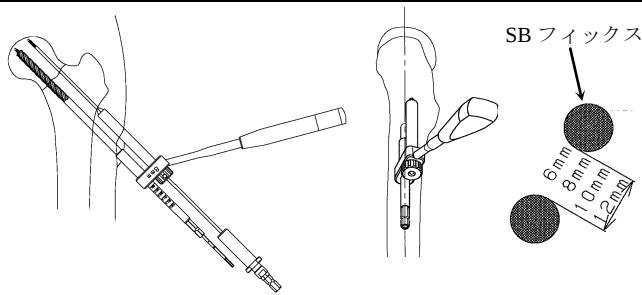

図 5
- パラレルガイドにガイドピンスリーブ（2.4GP 用）を組み付け、遠位中空ドリルをガイドに近位へ 2.4 ガイドピンを刺入します。近位の SB フィックスが軸斜像で頸部後方の皮質に支えられるよう刺入します。（図 5）SB フィックスの間隔が 6mm、8mm、10mm 又は 12mm を選択できます。